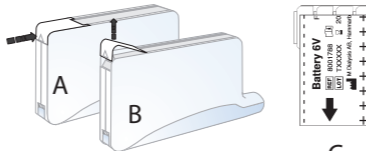

Abb. 2 A: Batterieabdeckung geschlossen
- Öffnen Sie die Batterieabdeckung, indem Sie mit dem Daumen in Richtung des abgebildeten Pfeiles drücken. (siehe Abb.2)